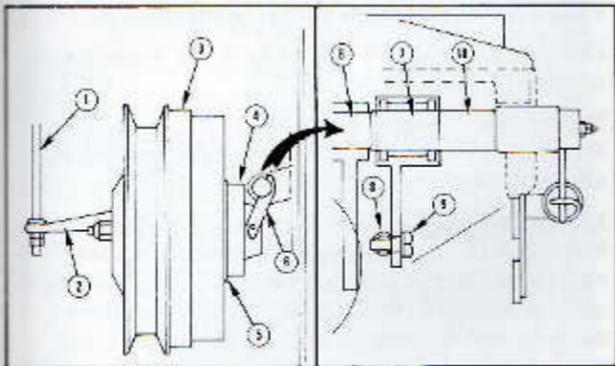

fig. 87
Déposer le boulon épaulé 9 (fig. 87) pour dégager la tige de frein de transmission 8 du bras de frein 7. Dévisser les écrous des extrémités de la tige 1 (fig. 87) et les sortir du bras 2.
Dans l'embrayage d'avancement 3 (fig. 87) pousser le boîtier de butée 4 jusqu'en butée. Repérer le boîtier 4 à l'aide du bord du joint 5. Relâcher le boîtier. La pédale d'embrayage étant en position haute maximum, régler les écrous sur la tige 1 (fig. 87) du bras 2, jusqu'à ce qu'il y ait 2,4 mm entre le repère sur le boîtier 4 et le bord du joint 5.
Serrer le contre-écrou à l'extrémité de la tige 1 (fig. 87).
**Important.** — Le bras 7 (fig. 87) joue le rôle de butée d'embrayage et ne peut tourner que dans un seul sens sur l'arbre. Ceci signifie que le bras est bloqué sur l'arbre lors du débrayage et que le frein de transmission (à l'intérieur de la transmission) est appliqué. Quand le bras est déplacé longitudinalement sur l'arbre, le diamètre de l'arbre varie et le bras est libre sur l'arbre.
Reposer le boulon épaulé 9 (fig. 87).